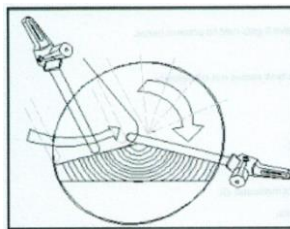

Fig. 12
- Se il diametro della sezione del tronco è maggiore della lunghezza della barra, effettuare due tagli come mostrato in Fig. 12.